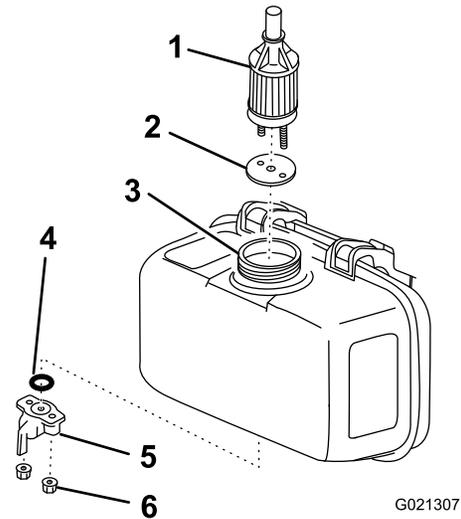

Figure 41
5. Desserrez les écrous sous le robinet d'arrivée de carburant (Figure 41).
6. Retirez et mettez au rebut le joint torique (Figure 41).
7. Retirez le filtre à carburant de sortie et le joint de l'orifice de remplissage (Figure 41).
8. Insérez un filtre à carburant de sortie et un joint neufs dans l'orifice de remplissage, et installez-les dans le réservoir de carburant (Figure 41).
9. Placez un joint torique neuf sur le levier du robinet d'arrivée de carburant, et montez l'ensemble sur le réservoir de carburant à l'aide des écrous sous le levier (Figure 41).